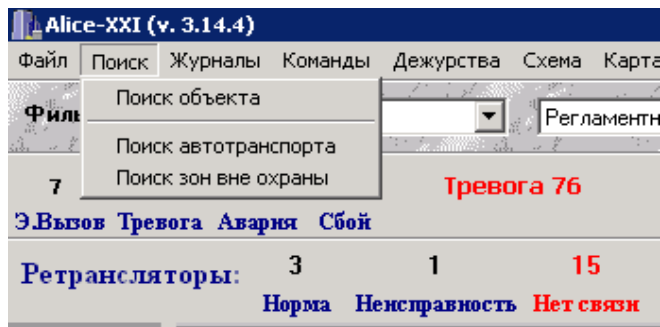
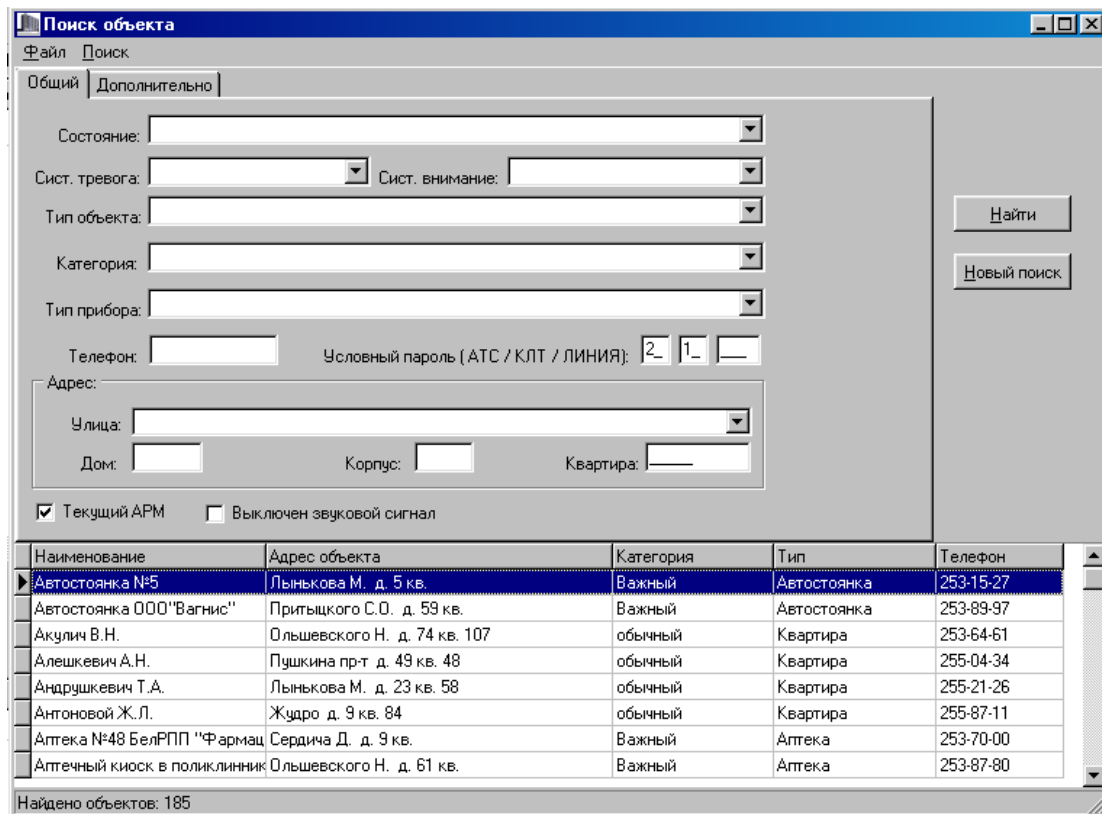

Рисунок 15
Рисунок 16
3.4.1 Кроме оперативного поиска, построенного на анализе текущего состояния охраняемых паролей, в ПО АРМ ДО реализован глобальный поиск, позволяющий найти любую карточку объекта по множеству комбинаций и признаков. Для использования данной функции необходимо войти в пункт основного меню «Поиск» либо нажать кнопку «Лупа» (рисунок 15) и выбрать подпункт «Поиск объекта» (рисунок 16).